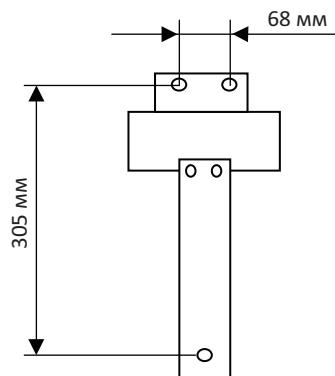

Рис. 5.10
- Блок установки HZ08 крепится снаружи кондиционируемого помещения при помощи монтажной пластины (см. рис. 5.10 г) на вертикальную достаточно прочную поверхность.
- Для извлечения электростатического фильтра необходимо открутить винт крышки фильтра (рис. 5.10 а), снять крышку и извлечь фильтр, предварительно нажав на защелку.